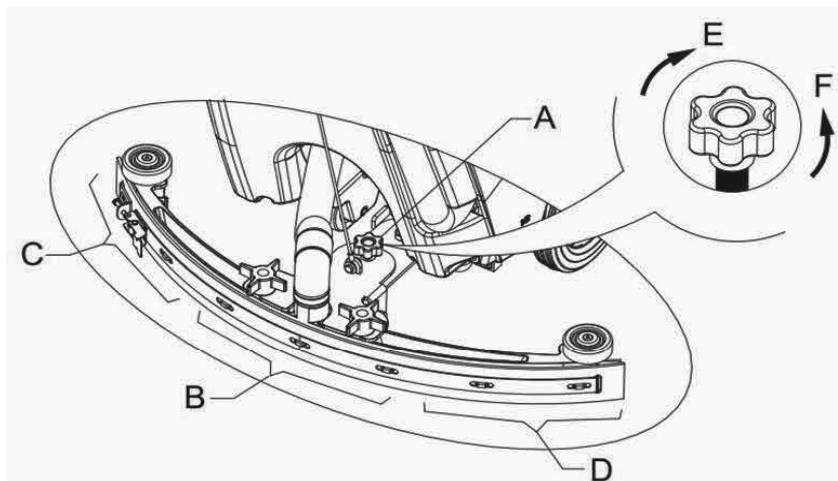

Рисунок 9
10. Отрегулируйте водосборный скребок при помощи рукоятки (A) водосборного скребка (см. Рисунок 9).